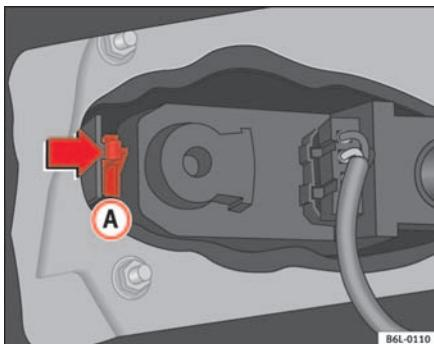

Fig. 153 Luces traseras en la carrocería
- Presione la lengüeta A ⇒ fig. 153 para liberar el portalámparas y retire este último.